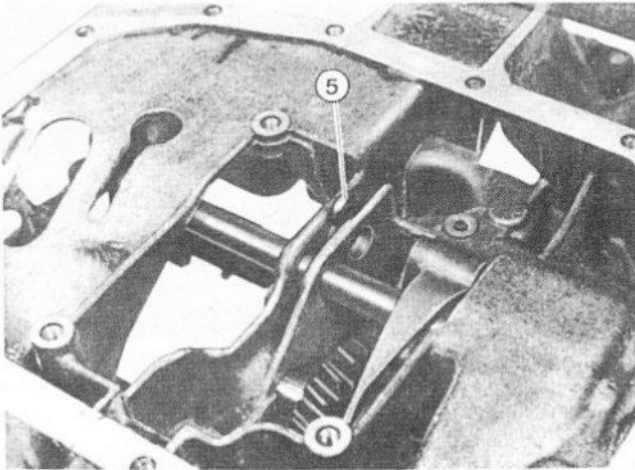

Fig. 6.21 Disque d'interverrouillage (5) (5 vitesses) (Sec 8)
5 Sortir le coulisseau de marche arrière et récupérer le disque d'interverrouillage (5), Fig. 6.21.